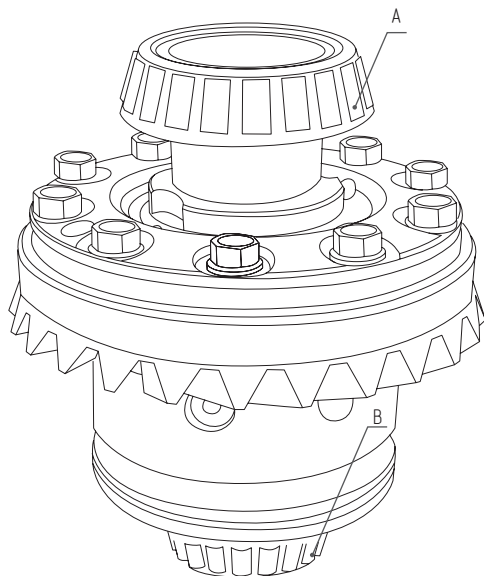

Рис. 5
4. Подшипник 6-7510 устанавливается со стороны главной пары (**рис 5, [A]**). Подшипник JLM-104948110 устанавливается со стороны муфты включения (**рис. 5, [B]**).